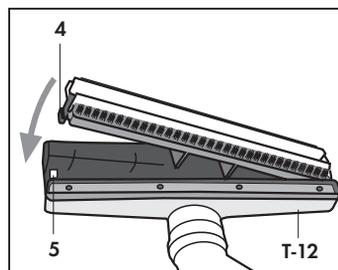

Fig. 19
### **SULLA SPAZZOLA MULTIUSO (T) (Fig. 19)**